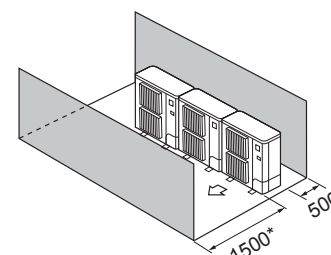

Fig. 2-12
- ④ Alleen obstakels aan de voor- en achterzijde (Fig. 2-12)